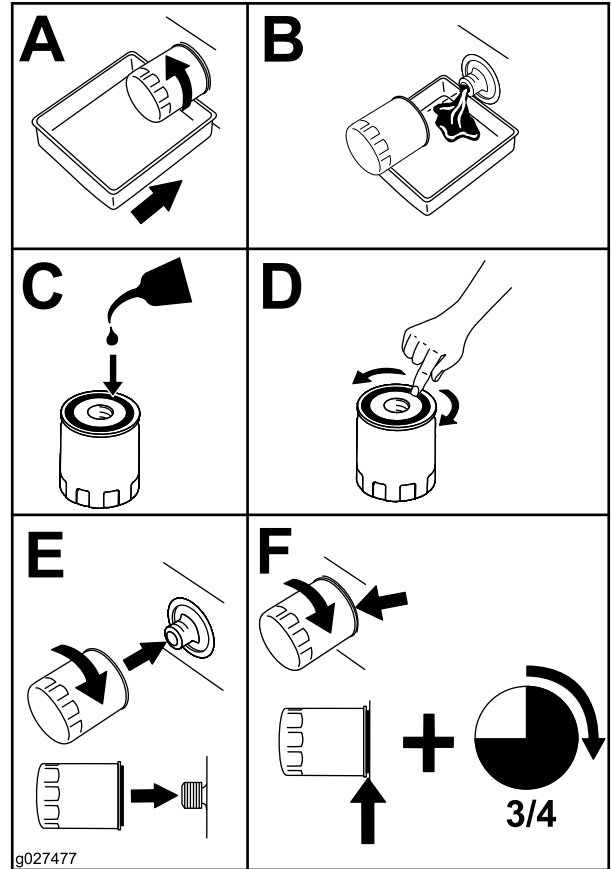

Bild 47
5. Wechseln Sie den Motorölfilter (Bild 47).